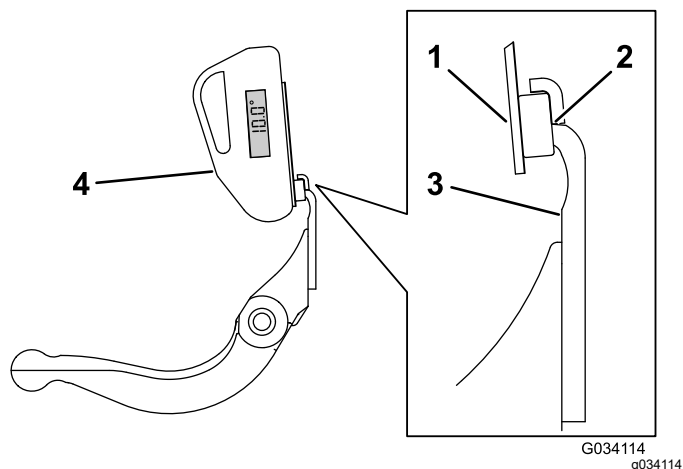

Figura 28
3. Posizionate il supporto per l'indicatore dell'angolo sul bordo della controlama in modo tale che il bordo del magnete sia accoppiato con il bordo della controlama (Figura 28).
4. Posizionate l'indicatore dell'angolo sul supporto come illustrato in Figura 28.